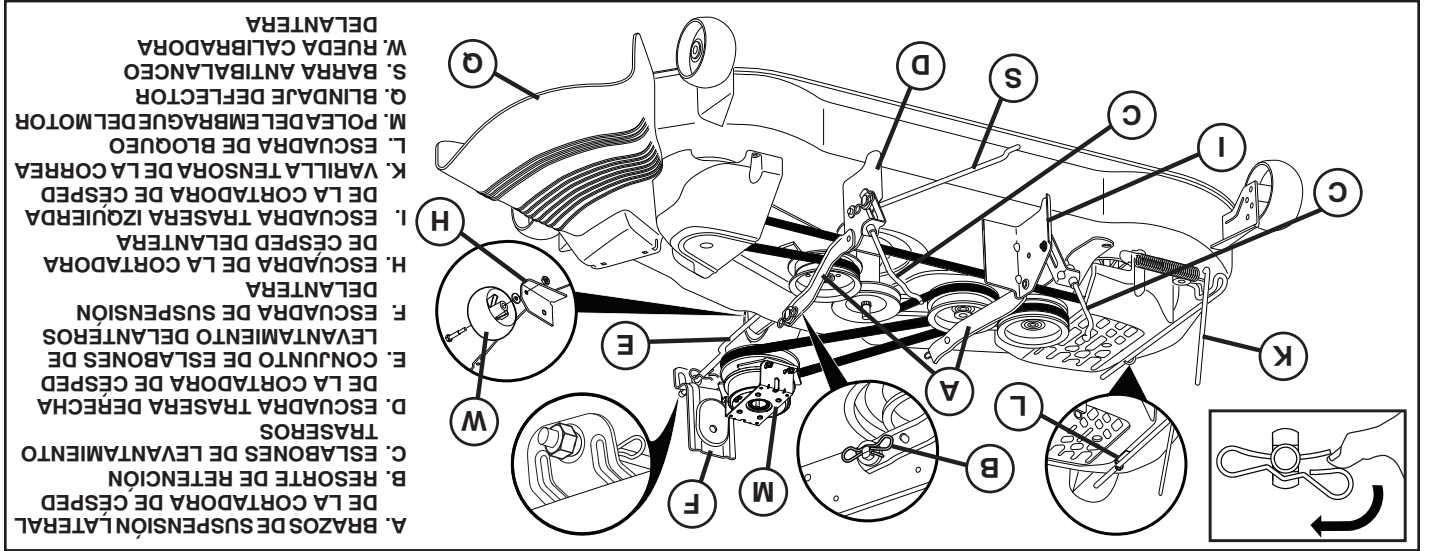

Fig. 7
9. INSTALE LA CORREA EN LA POLEA DEL EMBRAGUE DEL MOTOR (M) (Vea Fig. 7 y 15)
- Desenganche la varilla tensora de la correa (K) de la escuadra de bloqueo (L).
- Instale la correa en la polea del embrague del motor (M)